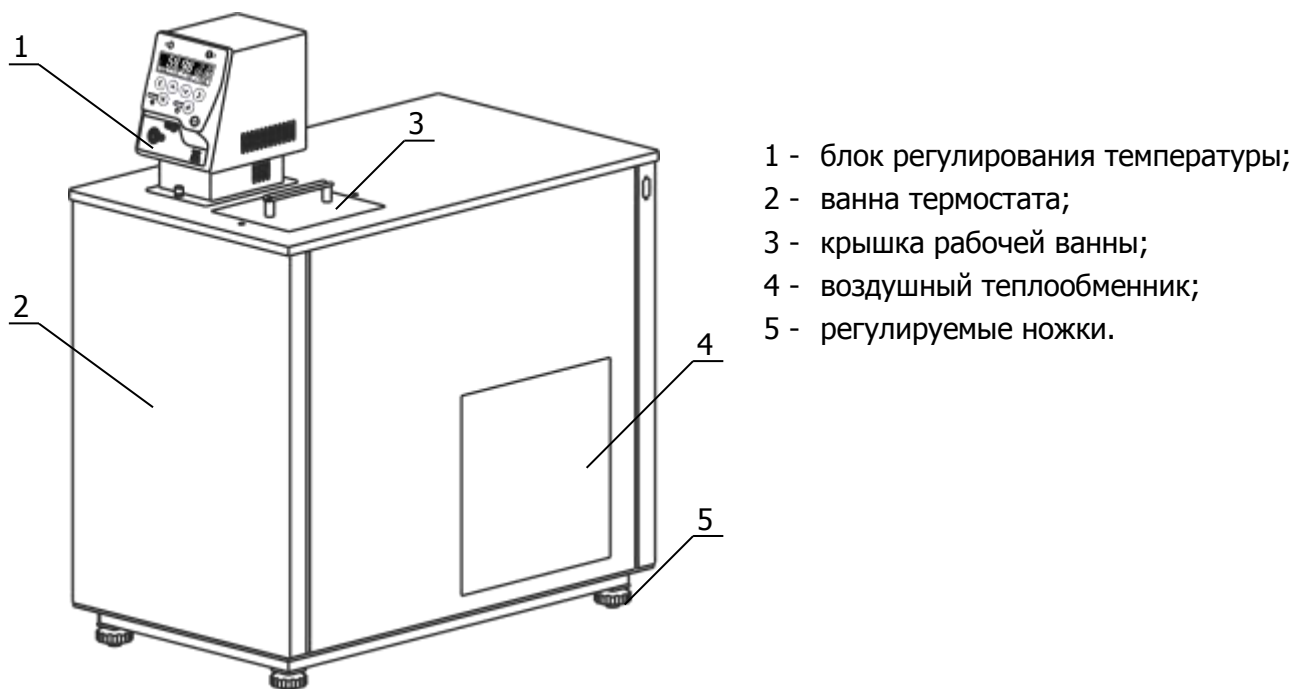

Рисунок 1 — Внешний вид термостата
2.2.2 Установить ванну термостата на горизонтальную поверхность. Добиться горизонтального положения крышки ванны вращением ножек 5 (рисунок 1)
- использовать крышку 3 (рисунок 1), максимально ограничивающую доступ воздуха к поверхности теплоносителя;
- при помощи пылесоса тщательно очистить от пыли черную оребренную поверхность воздушного теплообменника 4 (рисунок 1);